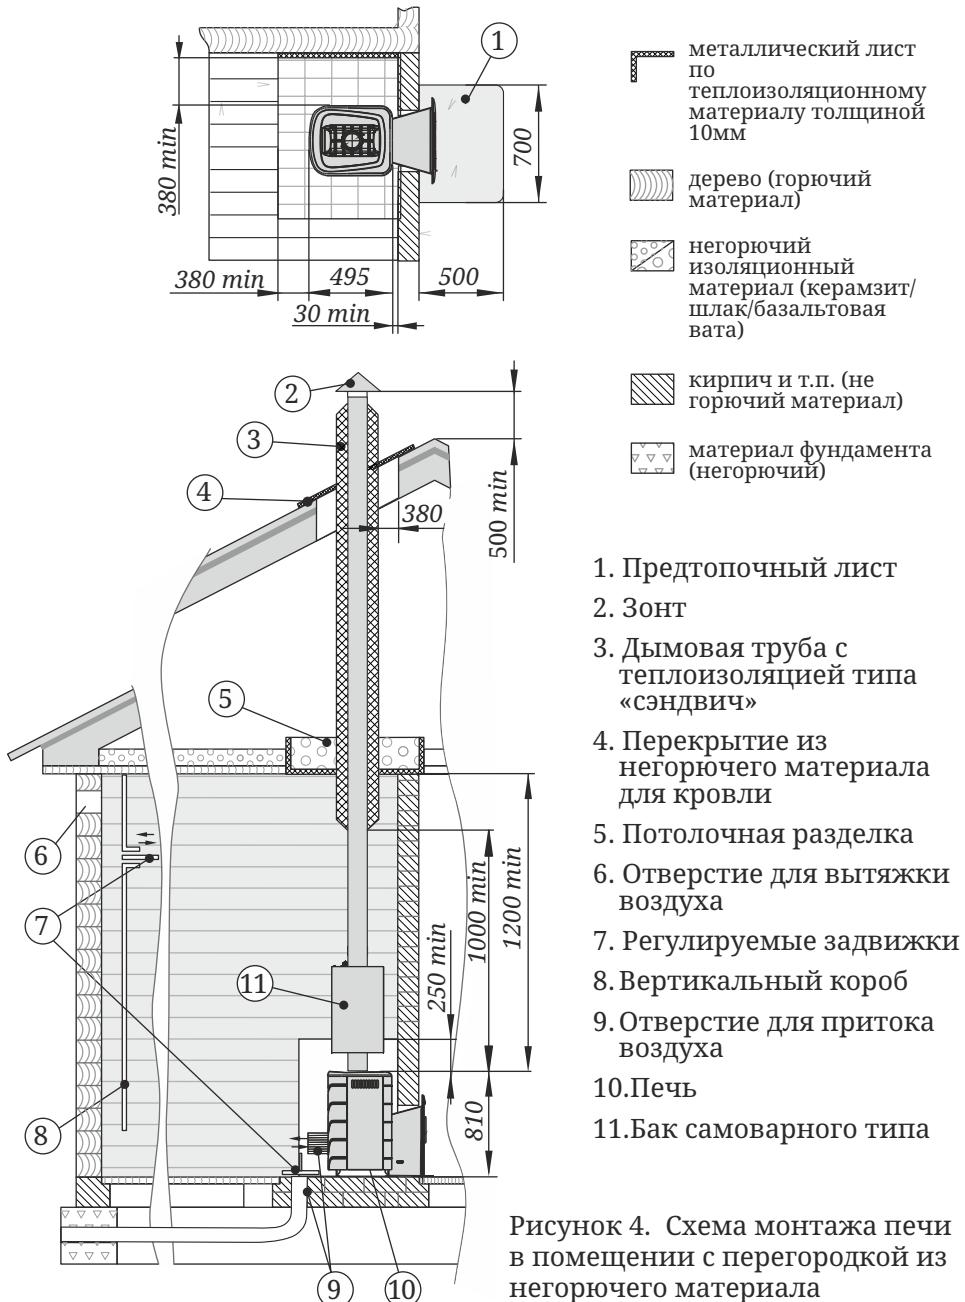

Рисунок 4. Схема монтажа печи в помещении с перегородкой из негорючего материала
- пол из горючих и трудногорючих материалов перед дверцей топки — металлическим листом размером 700×500 мм (рисунок 4).
Для обеспечения надежного воздухообмена в парной рекомендуется организовать приточно-вытяжную вентиляцию (см. рисунок 4).